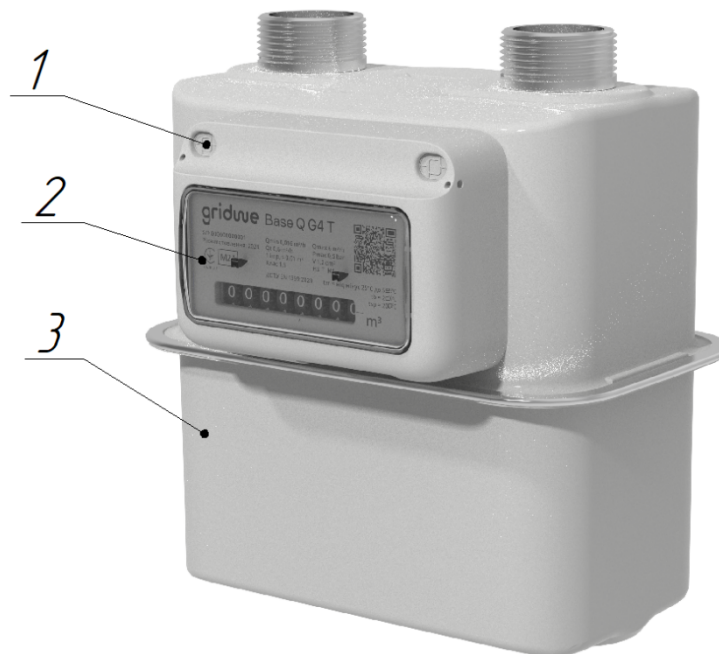

Рисунок 2 – Конструкція лічильника
4.1. Лічильники складаються з двох основних вузлів: корпуса з вимірювальним механізмом та відлікового пристрою, закріпленому на ньому на двох гвинтах, закритих виробником пломбами - заглушками (дивись Рисунок 2).